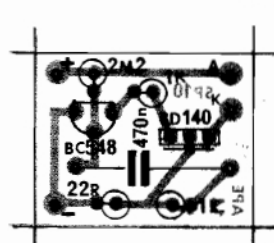
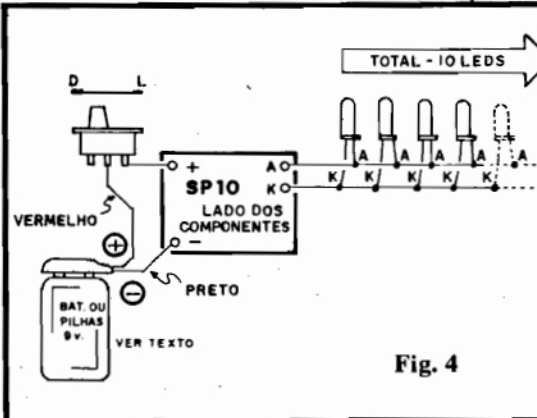

Fig. 3
Fig. 4
- FIG. 3 - Diagrama da montagem (placa vista pelo lado não sobreado, já com todas as peças colocadas). Observar, principalmente, o posicionamento dos dois transistores, sendo o BC548 referenciado pelo seu lado "chato", e
FIG.4 - Diagrama de conexões externas à placa (esta ainda vista pelo lado dos componentes, como na fig. 3). Notar especificamente a polaridade da alimentação, sempre com o fio **vermelho** para o **positivo** e **preto** para o **negativo**. Observar também como são ligados os LEDs, todos **em paralelo**. **ATENÇÃO** para a correta identificação dos terminais A (anodo) e K (catodo) dos LEDs... Uma consulta ao TABELÃO APE ajudará aos hobbystas mais "verdes", se surgirem dúvidas... Os LEDs não precisam, obrigatoriamente, ficar próximo à plaquinha do SP10, podendo situar-se, na instalação desejada, a razoável distância, em conexão à placa através de um par de fios finos. Embora na figura os LEDs apareçam fisicamente dispostos **em linha**, nada impede que qualquer outra configuração final seja adotada pelo Leitor, eventualmente formando figuras, desenhos ou padrões com os LEDs.